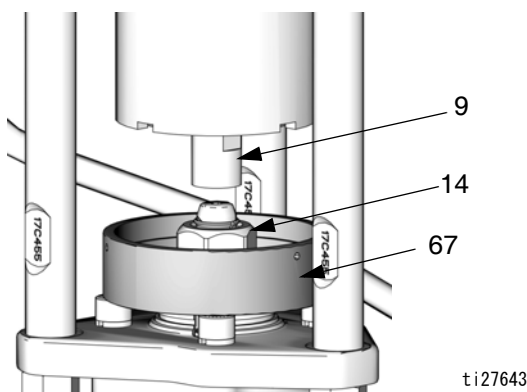

図 9. 位置調整
2. モーターを小刻みに運転してスライダーピストン (9) を上に動かし、コレクタ (67) をスライダーシリンダとピストンロッドの間をはめ込むのに十分なクリアランスを提供します。
3. 図 9 を参照してください。コレクター (67) をカップリングナット (14) の上に置き、それをポンプピストンロッド上に落とし込みます。